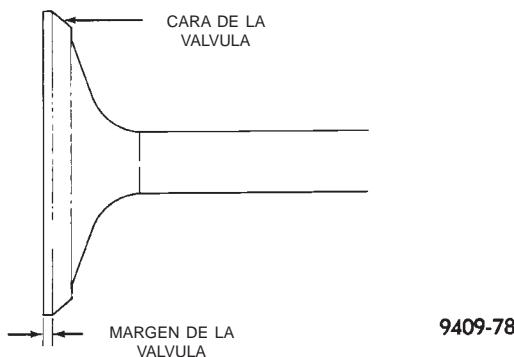

Fig. 106 Rectificación de las válvulas de admisión y escape
(1) Los asientos de válvula de admisión y escape, y la cara de las válvulas poseen un ángulo de 45 grados.
(2) Inspeccione el margen que queda después de haber rectificado las válvulas (Fig. 106). Las válvulas de admisión con margen menor que 0,95 mm (1/32 de pulg.) y las de escape con margen menor que 1,05 mm (3/64 de pulg.) deben desecharse.